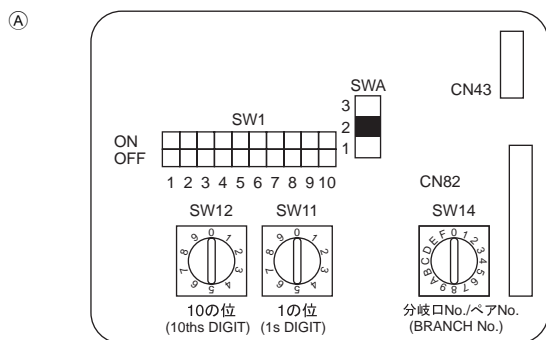

Fig. 6-4
6.5. Configuración de las direcciones (Fig. 6-4)